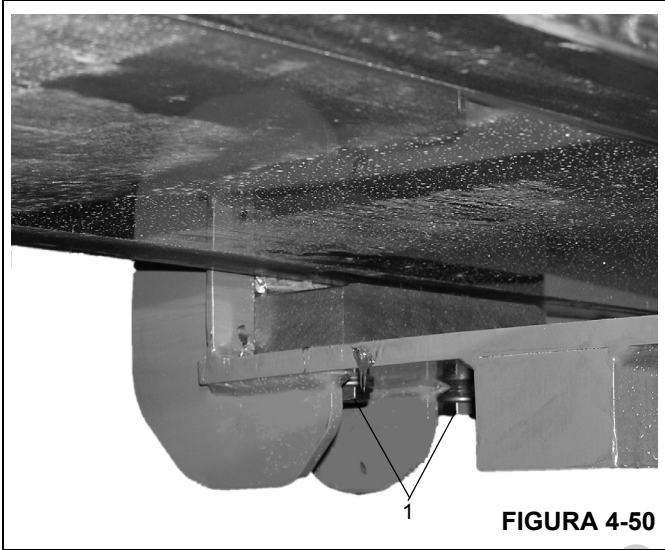

FIGURA 4-50
9. Eleve ligeiramente a seção volante e insira a placa de desgaste inferior em seu local, fixando-a com os parafusos de retenção. Insira os parafusos (Figura 4-50, 1) a partir parte inferior da seção intermediária externa.